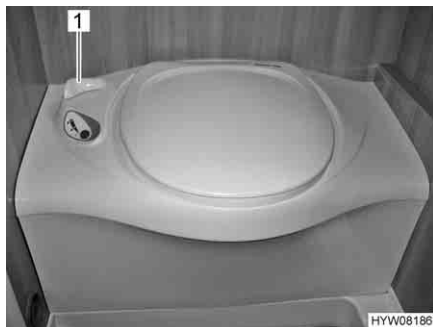

Bild 256 Thetford-Toilette
- Vor dem Spülen den Schieber der Thetford-Toilette öffnen. Dazu den Schieberhebel (Bild 256,1) entgegen dem Uhrzeigersinn drehen.
- Nach dem Spülen den Schieber schließen. Dazu den Schieberhebel (Bild 256,1) im Uhrzeigersinn drehen.